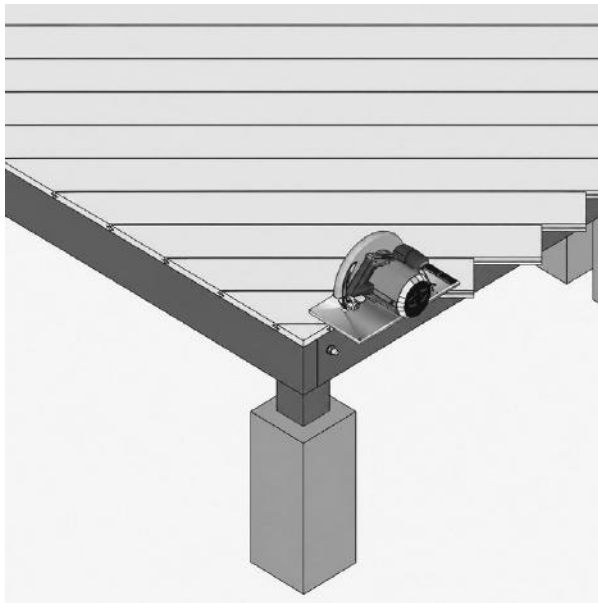

FIG. 13 - VOLADIZO DE LAS TABLAS DE TARIMA RECORTADO CON UNA SIERRA CIRCULAR
- 01 Una vez fijadas todas las tablas en su sitio, recorte el voladizo de las tablas de tarima con una sierra circular (fig. 13). Complete la tarima con el acabado según las secciones de frontal, perfil de esquina o tabla de borde.